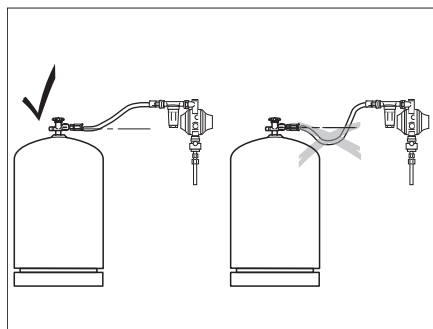

Bild 251 Verlegen des Hochdruckschlauchs
- ▷ Beim Verlegen des Hochdruckschlauchs darauf achten, dass der Schlauch stetig steigt (Bild 251).